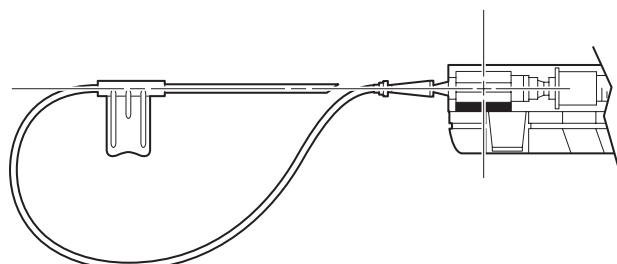

図5
6. カテーテルの先端(スリットの端)を使い捨てのダイアフラムと同じ高さまで挿入します。図5を参照してください。ディスプレイの読み取り値は、-8から+9 mmHgの範囲にあるはずです。